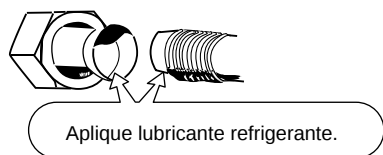

Fig. 7-4
- (1) Aplique una tapa de sellado o cinta impermeable para evitar la entrada de polvo o de agua en los tubos antes de su utilización.
- (2) Asegúrese de aplicar lubricante para refrigerante en la superficie de correspondencia del abocardado y la unión antes de conectarlos. Esto resulta eficaz para reducir fugas de gas. (Fig. 7-4)